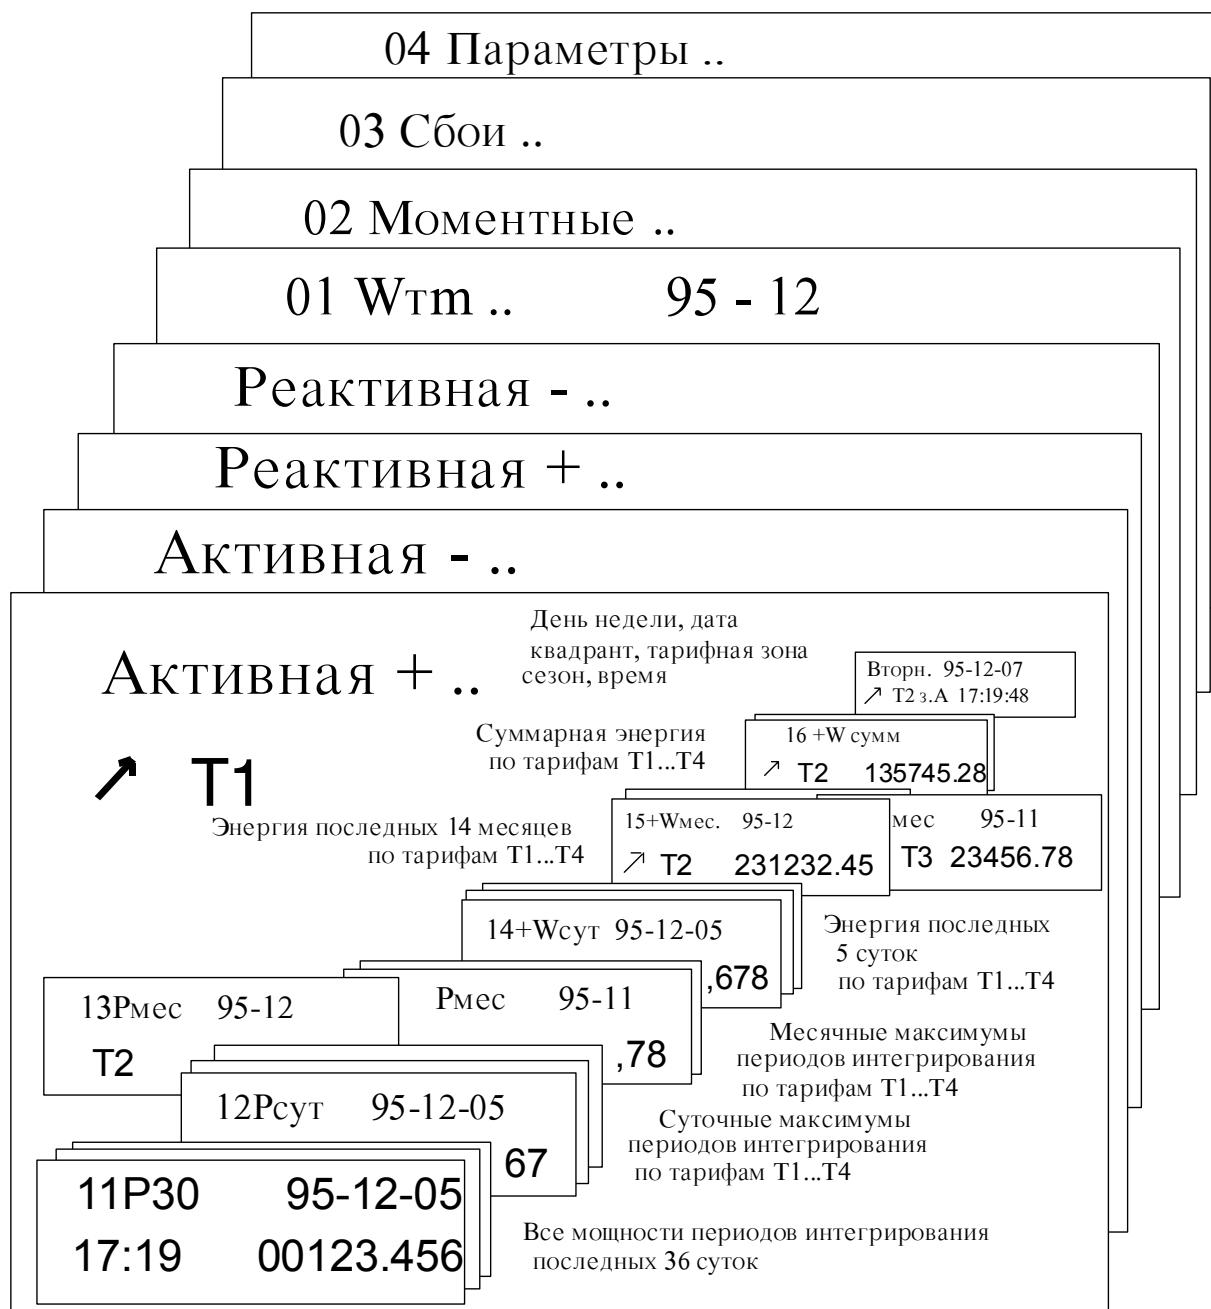

Рис. 2.1. Основное меню счетчика
2.8.3. Счетчик имеет буквенно-цифровой 32-значный двухрядовый индикатор на жидкокристаллических, предназначенный для вывода данных. На этом индикаторе регулярно выводятся параметры 11 ... 16, представленные в таблице 2. С помощью длинных (более 2 секунд) и коротких (менее 0.5 секунд) световых импульсов, осуществляется подсветка фототранзистора, находящегося на передней стенке счетчика (Рис. 7) и на индикатор последовательно выводятся все указанные в таблице 2 данные, которые хранятся в счетчике или которые измеряются в реальном времени. Примеры отображения данных на индикаторе представлены на Рис. 2.1 - 2.5.
Начальный длинный световой сигнал останавливает циклическую индикацию, и на индикаторе выводится запись "Активная +" (см. Рис. 2.1). С помощью коротких световых сигналов можно последовательно вызвать меню 2 ... 4, 01 ... 04: "Активная -","Реактивная +", "Реактивная -", "Wtm", "Моментные", "Сбои", "Параметризация". После выбора желаемого меню вход в него осуществляется с помощью длинного светового импульса. Содержание каждого меню 1 ... 4 аналогично содержанию меню "Активная +", которое
изображено на Рис. 2.1. С помощью коротких световых сигналов избирается наименование искомого параметра 11-16 ... 41-46.
Схемы поиска других параметров показаны на Рис. 2.1 - 2.5. Желаемая группа параметров избирается с помощью коротких световых импульсов, а ее пересмотр осуществляется с помощью длинных световых импульсов. Параметры внутри группы избираются с помощью коротких световых импульсов.